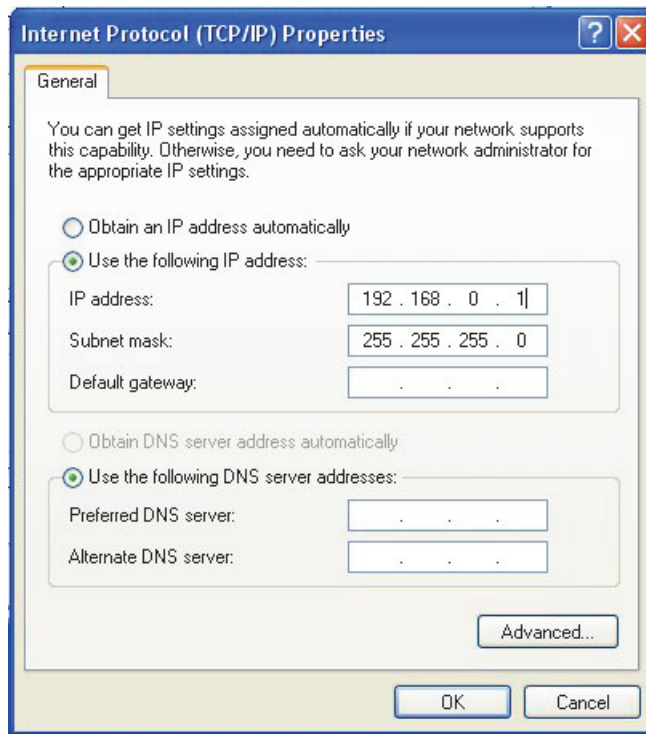

Figura 7-9 Cuadro de diálogo Internet Protocol (TCP/IP) Properties (Windows XP)
7. En el cuadro de diálogo **Internet Protocol (TCP/IP) Properties** [Propiedades del Protocolo Internet (TCP/IP)], seleccione **Use the following IP address** (Usar la siguiente dirección IP). Véase la Figura 7-9 en la página 219.